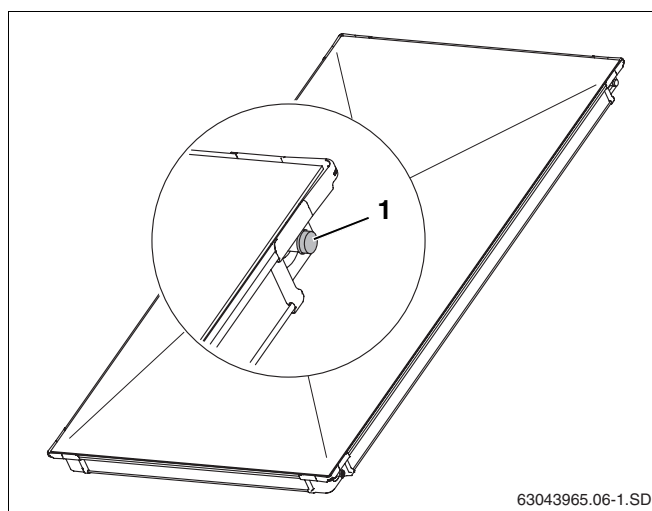

Fig. 6 Capas em material sintético e ligações de colectores
- Retire as capas sintéticas (fig. 6, **item 1**) apenas antes do momento da montagem.